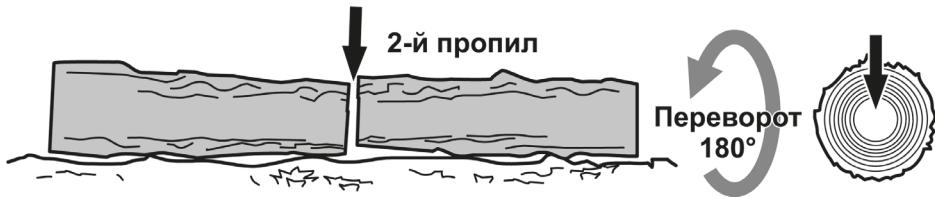

Рисунок 14. Схема остаточного розпилу колоди з протилежного боку.
2. Перевернути колоду і розпилити її з протилежного боку (рис. 14).